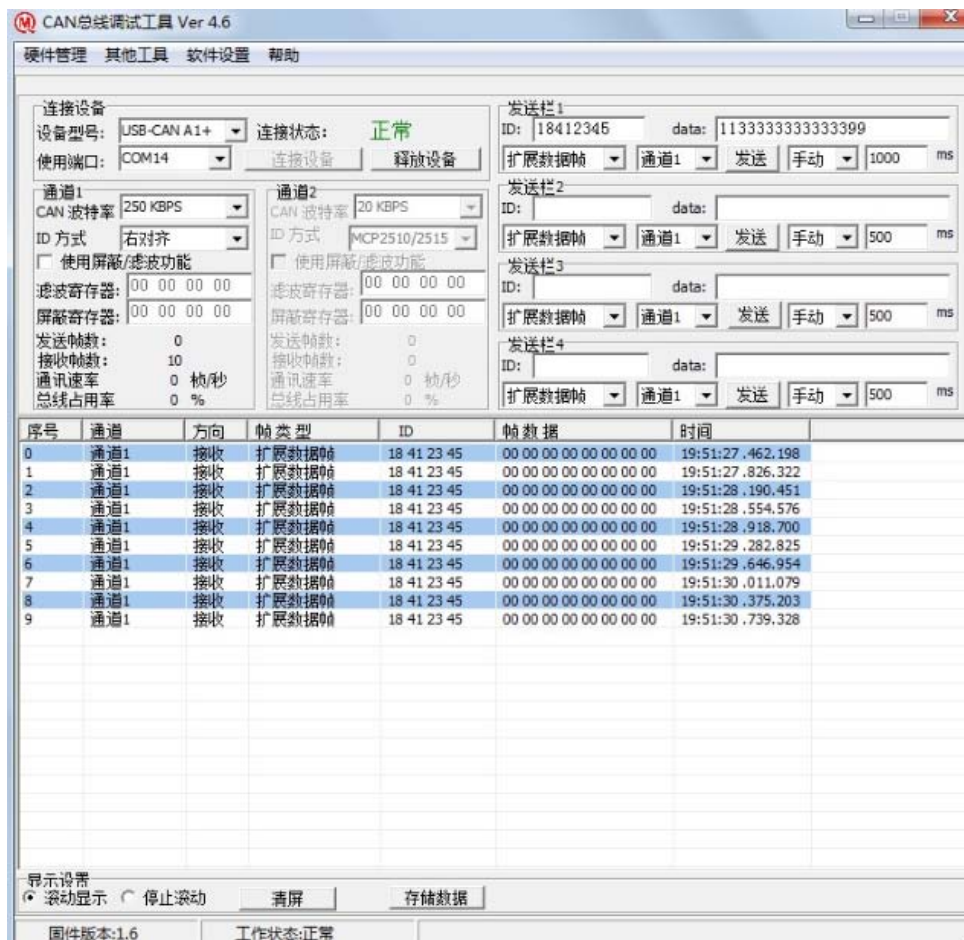

图 4 实验结果
(3) 将 can1 通讯工程打开，连接 jlink，并下载运行，点击图 3 中的“连接设备”则可以看到板子发来的数据，如图 4 所示。